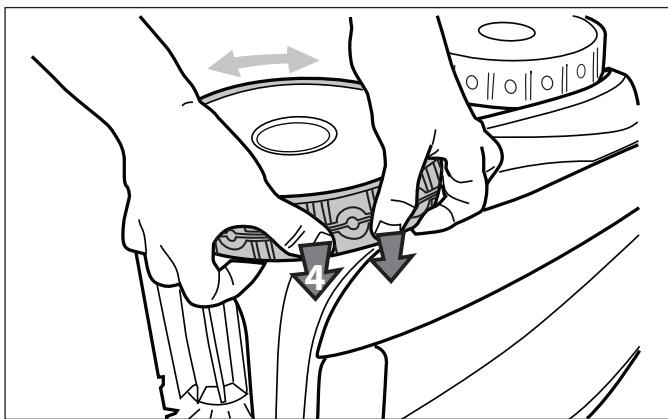

Figure 38. Pousser le pneu en place sur la roue
6. Poussez et positionnez la nervure du côté intérieur du pneu dans la rainure de la roue (Figure 38). Au besoin, faites tourner la roue doucement pour faciliter l'installation.